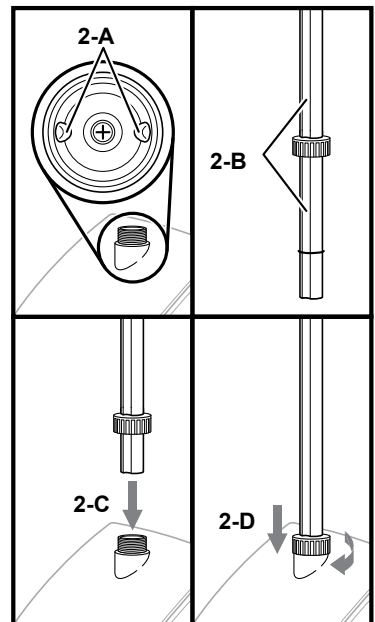

FIGURA 2
2. Observe el interior de la Base del poste y localice las dos cuñas guía (FIGURA 2-A). Alinee las dos ranuras guía del Poste telescópico (FIGURA 2-B) con las cuñas guía que se encuentran dentro de la Base del poste.
3. Una vez que las ranuras guía estén alineadas con las cuñas guía, inserte la SECCIÓN 4 del Poste telescópico en la Base del poste (FIGURA 2-C).
4. Baje el ACOPLE hasta la Base del poste y luego enrósquelo en dirección de las agujas del reloj para trabar el Poste telescópico (FIGURA 2-D). Así, el Poste telescópico debería quedar ajustado a la Base del poste.